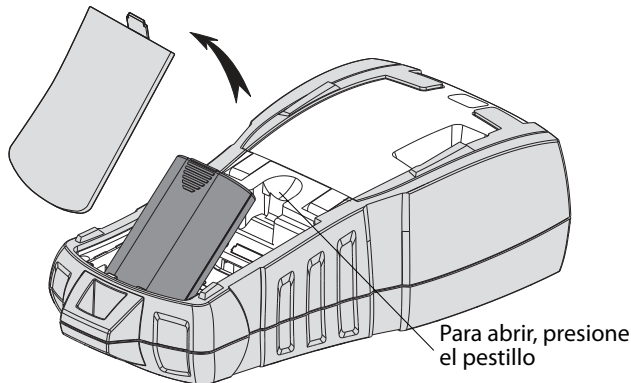

Figura 4
1. Presione el pestillo situado en la parte posterior de la impresora para retirar la cubierta del compartimento de la batería. Consulte Figura 4.
2. Inserte la batería en el compartimento de baterías. Consulte Figura 4.